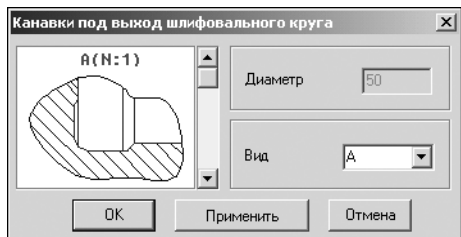

Рис. 5.4.
4. Укажите тип канавки **Под выход шлифовального круга** и щелкните левой клавишей мыши. Откроется окно, предназначенное для выбора вида канавки (рис. 5.4).